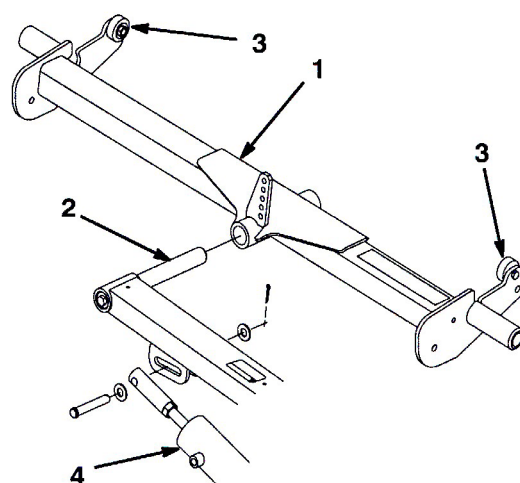

図4
1. 後キャリア・フレームを後昇降アームのピボット・ロッドの下に引き込む（図4）。この時点ではまだ、キャリア・フレームをカッティングユニットに接続しない。
3. キャリア・フレームの一方の端を押し下げて、フレームの他方の端の上ストップ（図4）がフット・ステップの下面に当たるようにする。押し下げた側では、上ストップとフット・ステップ間の距離が6 mm程度となっているのが適正である。6mmになっていない場合には以下の手順に従って調整を行う。調整の必要がない場合は次の組み立て段階へ進む。
- A. 昇降シリンダのロッドの先端と昇降アームとをつないでいるクレビスピンを外す（図4）。
- D. ナットを締め、シリンダ・ロッドを昇降アームに接続して終了（図4）。